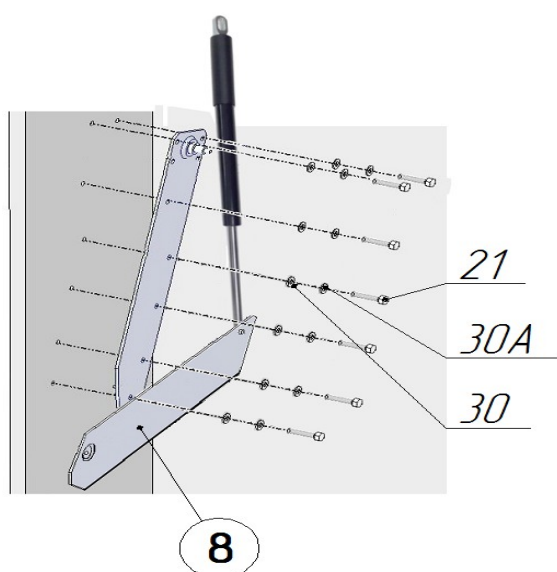
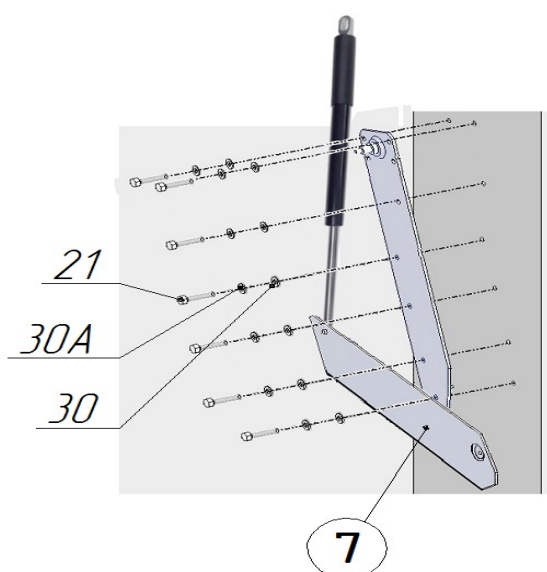

Рис.4.1 Слева
Рис.4.2 Справа
10) Присоединить к боковинам корпуса механизмы подъёма поз.7 и 8, используя болт М8х25 поз.21, шайбы $\varnothing 8 \times 18$ поз.30, шайбы стопорные d8 поз.30А (рис.4.1 и 4.2).
ВНИМАНИЕ!!! ШАЙБА СТОПОРНАЯ d8 ПОЗ. 30А ДОЛЖНА НАХОДИТЬСЯ МЕЖДУ ШАЙБОЙ $\varnothing 8 \times 18$ ПОЗ.30 И ГОЛОВКОЙ БОЛТА ПОЗ.21 (СМ. РИС. 4.1 И 4.2).
26) Приложить кожух левый поз.35А к механизму, установленному слева (рис.4.1). Кожух располагать так, чтобы он опирался на наклонную и верхнюю кромки механизма (рис.13.1). Завернуть шурупы поз.37 в отверстия до упора. Ту же операцию произвести с кожухом правым поз.35 (рис.4.2 и 13.2).